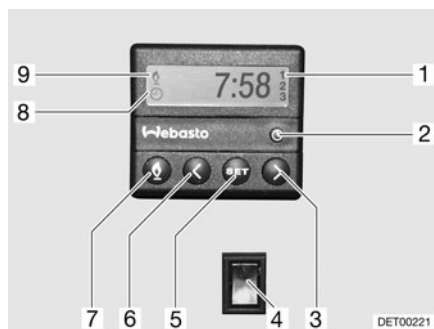

Fig. 159 Unité de commande pour le chauffage d'appoint
- Appuyer sur la touche (Fig. 159,7). Le mode chauffage est indiqué par le symbole (Fig. 159,9).
- Appuyer sur la touche (Fig. 159,7). Le symbole (Fig. 159,9) s'éteint.
- Appuyer sur le bas de l'interrupteur (Fig. 159,4). Le moteur est préchauffé.
- Appuyer sur le haut de l'interrupteur (Fig. 159,4). Le moteur reste froid.
- Appuyer sur la touche (Fig. 159,2). Le menu réglage de l'heure est indiqué par le symbole (Fig. 159,8).
- Régler l'heure avec les touches (Fig. 159,3 et 6).
- Appuyer sur la touche (Fig. 159,5).
- Régler le temps de démarrage dans les 10 secondes qui suivent avec les touches (Fig. 159,3 et 6).
- Appuyer plusieurs fois sur la touche (Fig. 159,5) jusqu'à ce que le numéro de programme désiré (Fig. 159,1) apparaisse sur l'écran.